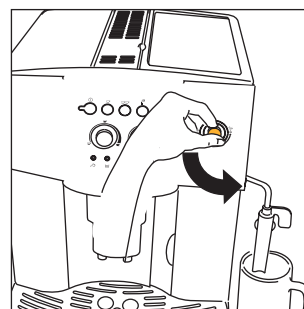

Fig.5
3. Vrid **OMEDELBART EFTER IGÅNGSÄTTNINGEN, INOM 30 SEKUNDER**, ångreglaget motsols så långt det går (fig. 5). Lite buller från maskinen är helt normalt.
- Vrid ångreglaget ett halvt varv motsols (fig. 5): vattnet rinner ut ur cappuccinoröret och ner i behållaren.
- Släpp ut lite vatten eller ånga under några sekunder genom att vrida ångreglaget motsols så långt det går (fig. 5). Detta medför att eventuell mjölk som finns kvar i ångröret töms ut. OBS: Av hygieniska skäl bör du alltid göra detta för att förhindra att det står kvar mjölk i cappuccinoröret.